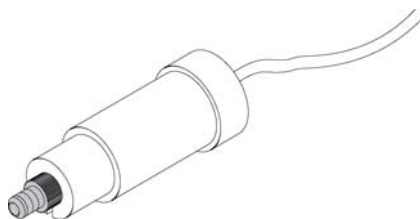

Abbildung 8 Montagewerkzeug
- 5 Befestigen Sie die Lösungsmittelschläuche der Flaschenaufsätze an den entsprechenden (üblicherweise links) mit A, B, C, D bezeichneten Eingängen am Vakuumentgaser. Ziehen Sie die Schrauben an den Leitungen mit Hilfe des Montagewerkzeugs wie in Abbildung 8 auf Seite 28 an. Befestigen Sie die Schlauchleitungen in den Klammern am Vakuumentgaser.